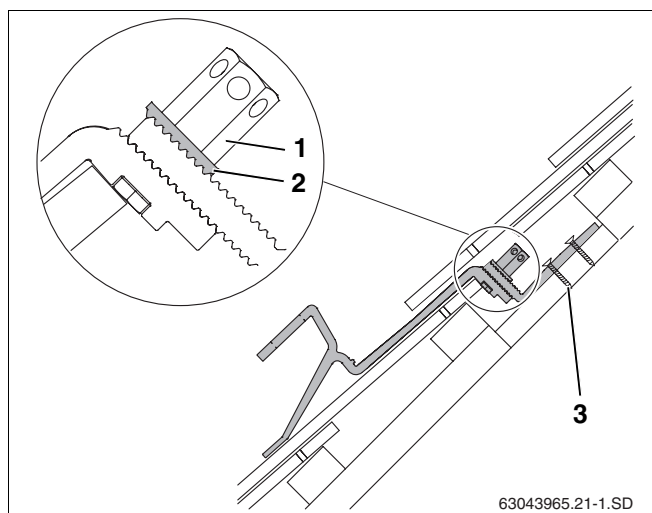

Рис. 19 Установленный кровельный крюк – показан в разрезе с укороченной нижней частью кровельного крюка
Зубчатая подкладная шайба (рис. 19, поз. 2) должна войти в зацепление с нижней частью кровельного крюка.
- Затянуть гайки (рис. 19, поз. 1). Для этого вставить ключ SW5 в отверстие гайки и повернуть его.
- Нижнюю часть кровельного крюка прикрепить к стропилам или доскам/брусу минимум в первом (рис. 19, поз. 3) и втором отверстиях соответствующими шурупами.